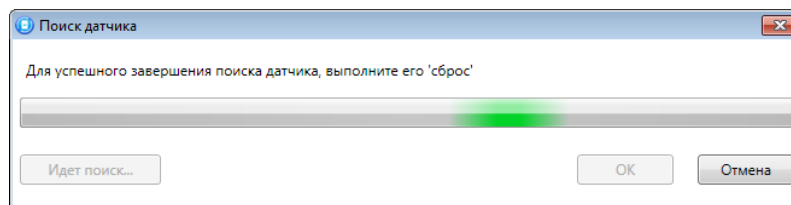

Рисунок 4.37 — Поиск радиоустройства
3. После нажатия кнопки *OK* начнется поиск радиоустройства контроллером (см. рисунок 4.37). Для того чтобы устройство было найдено контроллером, его следует перевести в режим связывания (выполнить «сброс»).